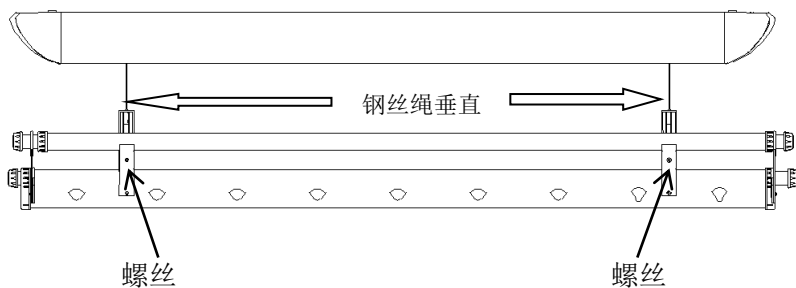

图 6
7、安装衣杆：先将衣杆放置在吊球中，使二条钢丝绳垂直于地，然后吊球的另一半对齐吊球，拧紧螺丝，使衣杆固定（如图 6 所示）。